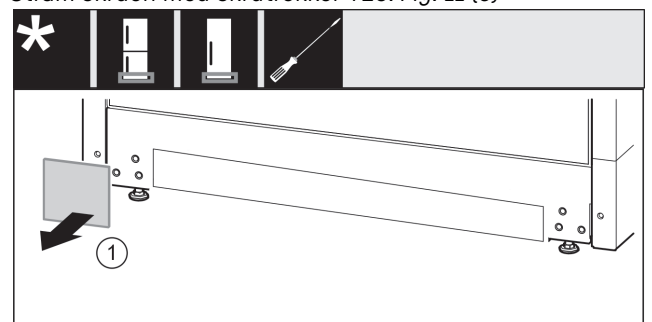

Fig. 12
- ▶ Ta av dekselet. Fig. 12 (1)